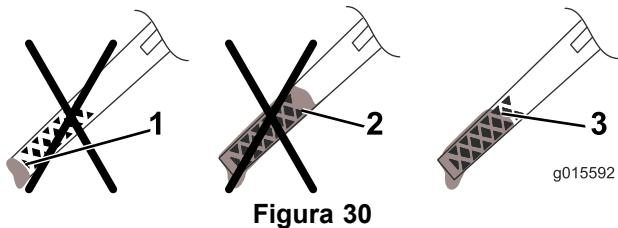

Figura 30
- Retire a vareta e verifique o nível de óleo na vareta (Figura 30).